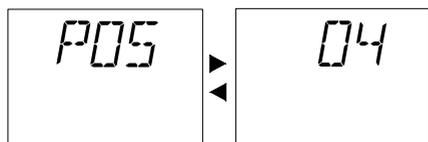

Рисунок 8.10
- На ЖК-дисплее параметр P05 будет загораться поочередно с цифрой 04 (см. Рисунок 8.10).